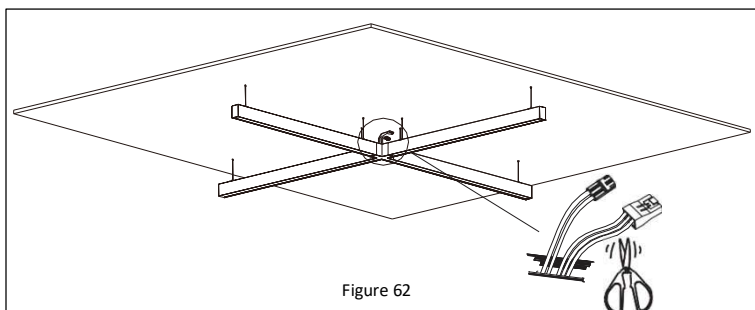

Figure 62
7. Coupez les connecteurs d'une extrémité pour le raccordement à la tension secteur. Effectuez les connexions de câblage conformément au **schéma de câblage**. **Reportez-vous à la Figure 62.**